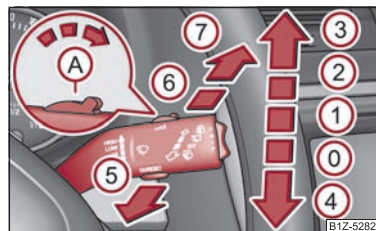

Fig. 43 Palanca de limpiaparabrisas
La palanca de limpiaparabrisas ⇒ fig. 43 tiene las siguientes posiciones:
- Si está conectado el barrido lento (2) o rápido (3) ⇒ página 46, fig. 43 y la velocidad del vehículo disminuye por debajo de 4 km/h se conectará la velocidad de barrido inmediatamente inferior. En caso de aumentar la velocidad a más de 8 km/h se restablecerá el anterior barrido.
- A continuación, empujar en el transcurso de 20 segundos la palanca del limpiaparabrisas a la posición ④ ⇒ página 46, fig. 43 - los brazos de las escobillas se desplazarán a la posición de servicio.